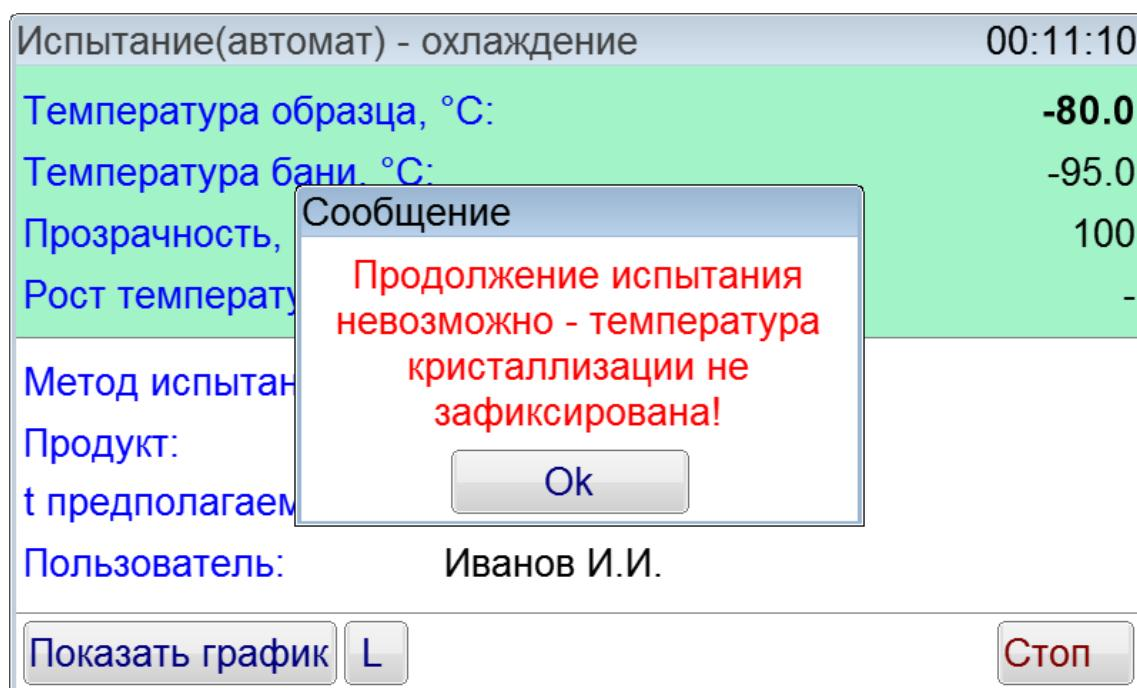

Рисунок 24 – Сообщение о невозможности продолжения испытания
4.5.9 Если температура продукта опустится ниже -80°C , то аппарат выдаст сообщение об ошибке и испытание будет остановлено (рисунок 24).